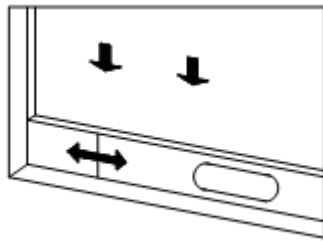
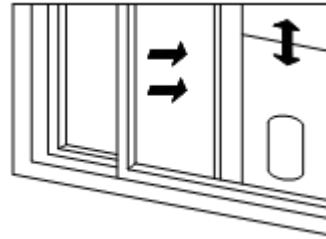

Abbildung 2
Abbildung 3
- 1) Öffnen Sie das Fenster halbwegs und montieren Sie die Fensterdichtungsplattenbaugruppe am Fenster (wie in Abb.2 und Abb.3 dargestellt). Die Komponenten können in horizontaler und vertikaler Richtung aufgestellt werden.